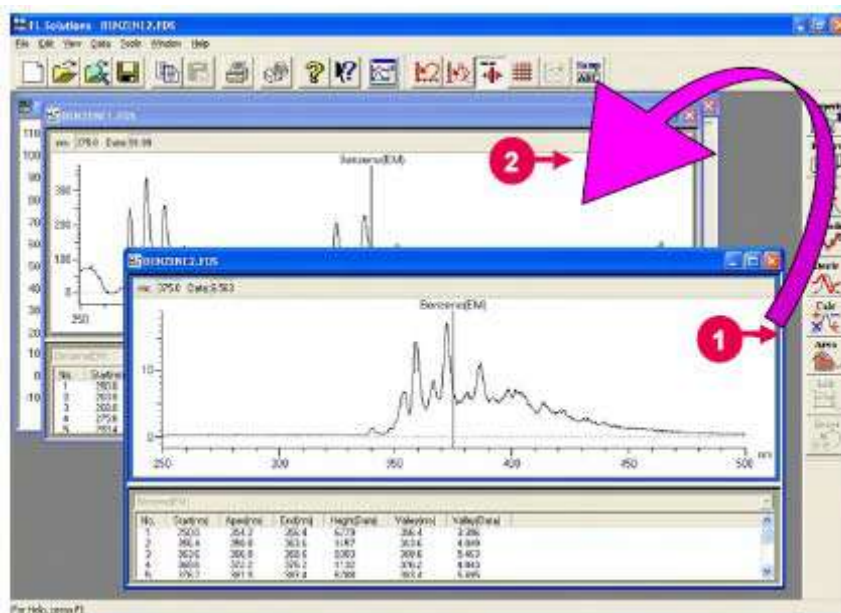

Рис. 7-26
- (1) Потяните синюю рамку спектра, выполнив следующую процедуру. (Смотрите (1) на рис. 7-26). Передвиньте указатель мыши к синей рамке. Нажмите левую кнопку мыши. Указатель мыши примет вид ...
- (2) Удерживая нажатой левую кнопку мыши, поместите указатель мыши на налагаемый спектр. (Смотрите (2) на рис. 7-26). Когда указатель мыши примет вид, показанный на рис. 7-27, отпустите мышь (отпустите левую кнопку мыши).